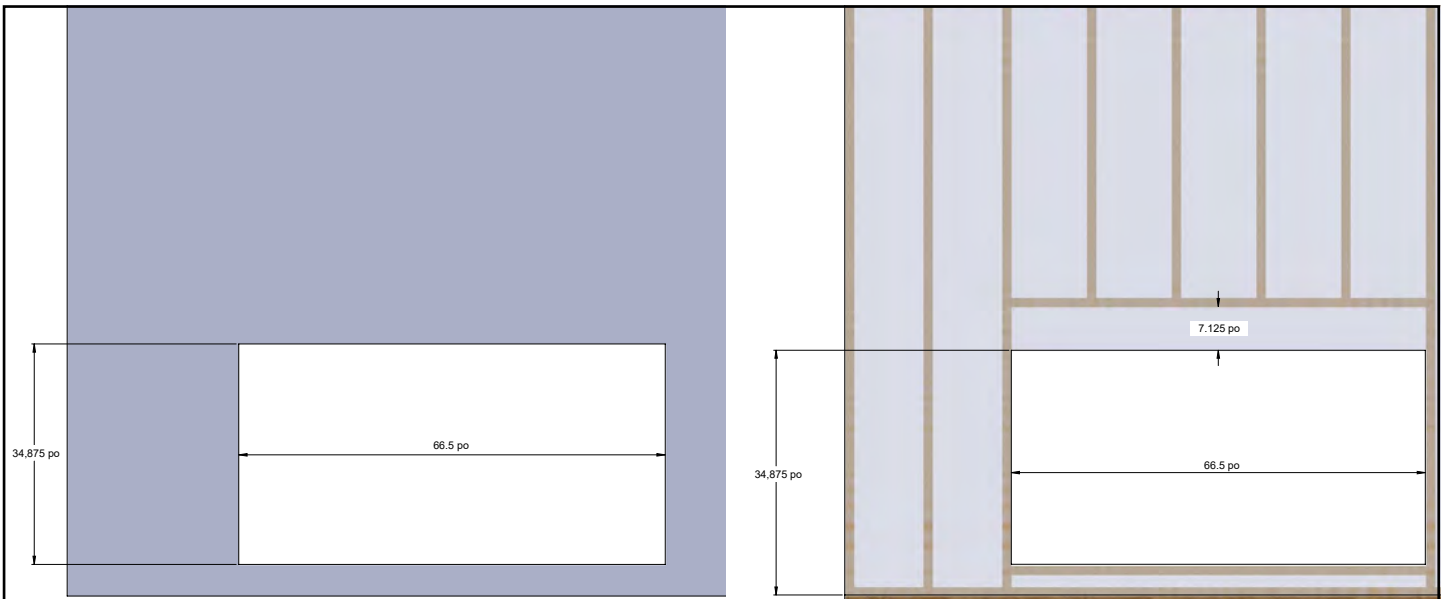

Figure 15.0.02
Étape 1 : Installez le matériau de façade. Voir la **Figure 15.0.02** pour les dimensions du matériau de façade.